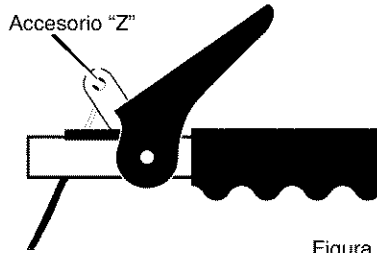

Figura 74
**Para asegurarse de que estén bien ajustados, suelte el accesorio "Z" en la palanca de propulsión (Figura 74)**